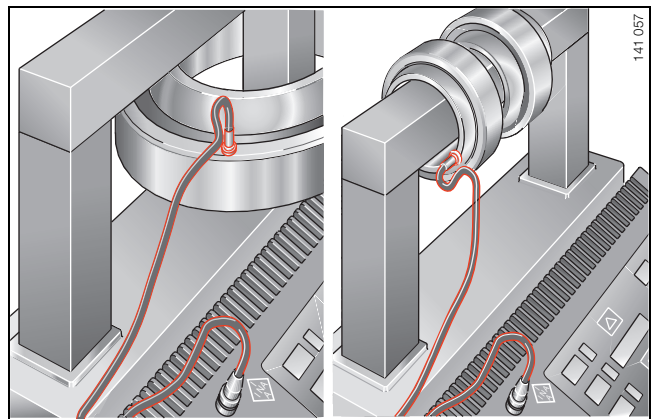

Bild 1 · Erwärmung mit Induktions-Erwärmungsgerät INAtherm®
- Induktions-Erwärmungsgerät INAtherm® (Bild 1).